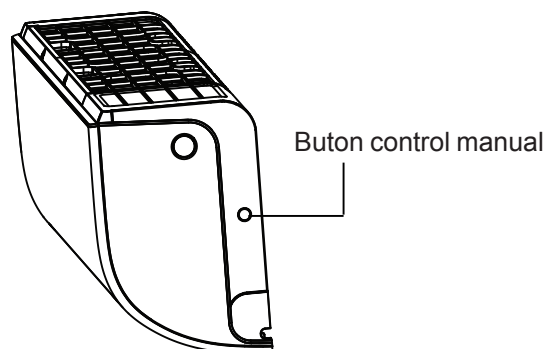

Fig. 8.1
1. Butonul pentru control manual este localizat în partea dreapta a panoului, vezi FIG 8.1